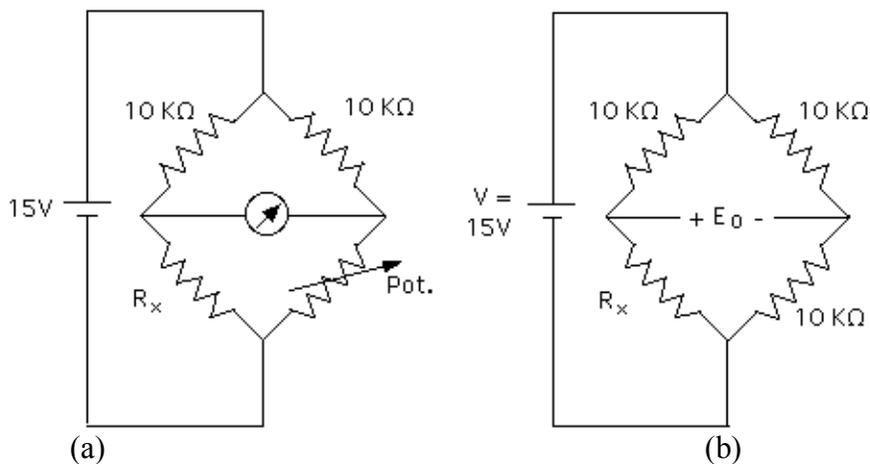

Figura 3.3.- Punte de Wheatstone
8.- Para el circuito mostrado en la Figura 3.3.a, el Punte de Wheatstone, explique su principio de funcionamiento, y deduzca la relación entre R_x y las otras resistencias del circuito cuando el puente está balanceado.
9.- Para el circuito mostrado en la Figura 3.3.b:
b) Indique cómo se conecta el amplificador de instrumentación del punto anterior a la salida del circuito de la Figura 3.3.b para obtener un medidor diferencial y diga cuál es la utilidad de esta conexión.
5.- Monte el circuito de la Figura 3.3.a y mida el valor real de las resistencias indicadas en el pre-laboratorio utilizando el método de detección de cero. Si emplea un potenciómetro como resistencia de ajuste, use el óhmetro para medir el valor de dicho potenciómetro, o utilice como resistencia variable una de las décadas de resistencias calibradas, en caso de que estén disponibles en el laboratorio.
7.- Monte el circuito de la Figura 3.3.b y conecte a su salida el amplificador de instrumentación. Mida la diferencia con respecto a 10k de las resistencias indicadas en el pre-laboratorio. Anote los resultados obtenidos en las tablas elaboradas en la Preparación. Incluya cualquier observación que juzgue de interés para explicar los resultados obtenidos.